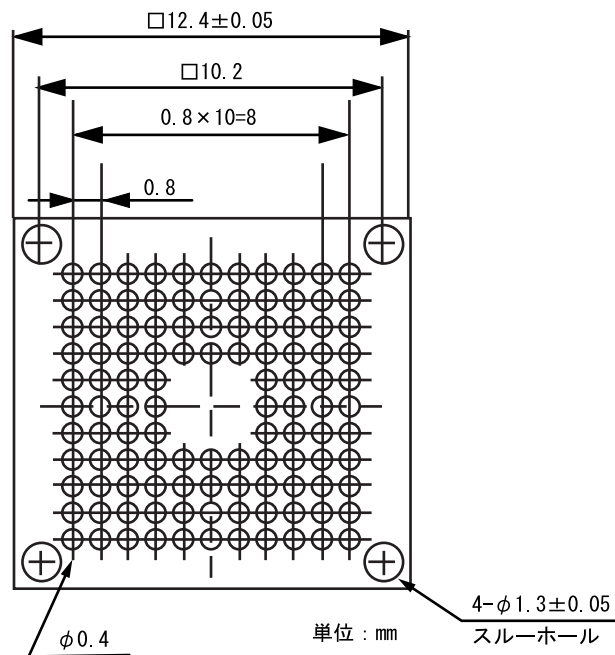

図 7 推奨マウントパッド寸法
- (3) ICソケットの位置合わせガイドピンを、ユーザシステムのガイド用部品穴に合わせて搭載します。基板のパッドとICソケットが正しく位置合わせされていることを確認してください。
- (4) ICソケットの実装
- a) ICソケットの外形寸法は実際のICパッケージより大きいので、他の部品の実装範囲については図7を参照してください。
TBP-112 パッケージ用 IC ソケット（東京エレクトック株式会社製：CSPACK112A1110H01）を使用する場合のユーザシステム推奨マウントパッド（フットプリント）寸法を図 7 に示します。
なお、図 7 の推奨マウントパッド寸法は、MCU 実装用マウントパッド寸法とは多少異なりますので注意してください。